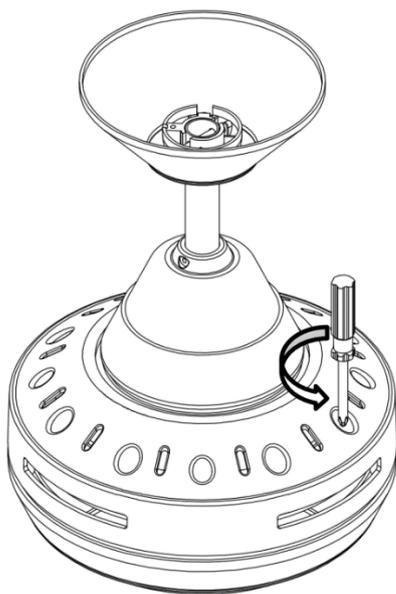

Fig. 5a
1. Quite los 2 tornillos de las aspas del motor del ventilador. (Fig. 5a)